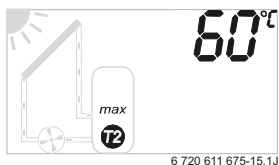

Bild 17
- Die Solarpumpe wird abgeschaltet, wenn der Messwert des Speichertemperaturfühlers T_2 den eingestellten Wert übersteigt. Das Symbol \otimes bleibt stehen und **max** blinkt (→ Bild 17).